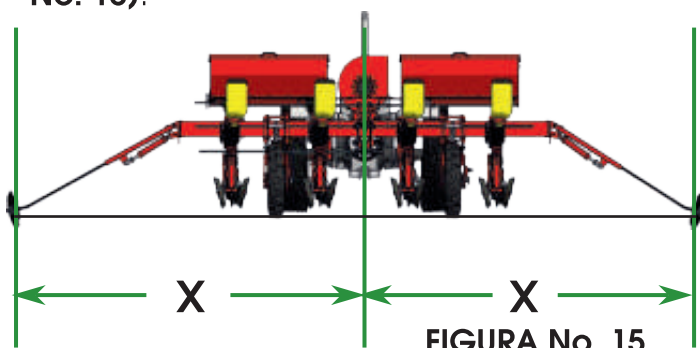

FIGURA No. 15
- Verifique que la medida del marcador izquierdo sea igual al derecho (**Figura No. 15**).